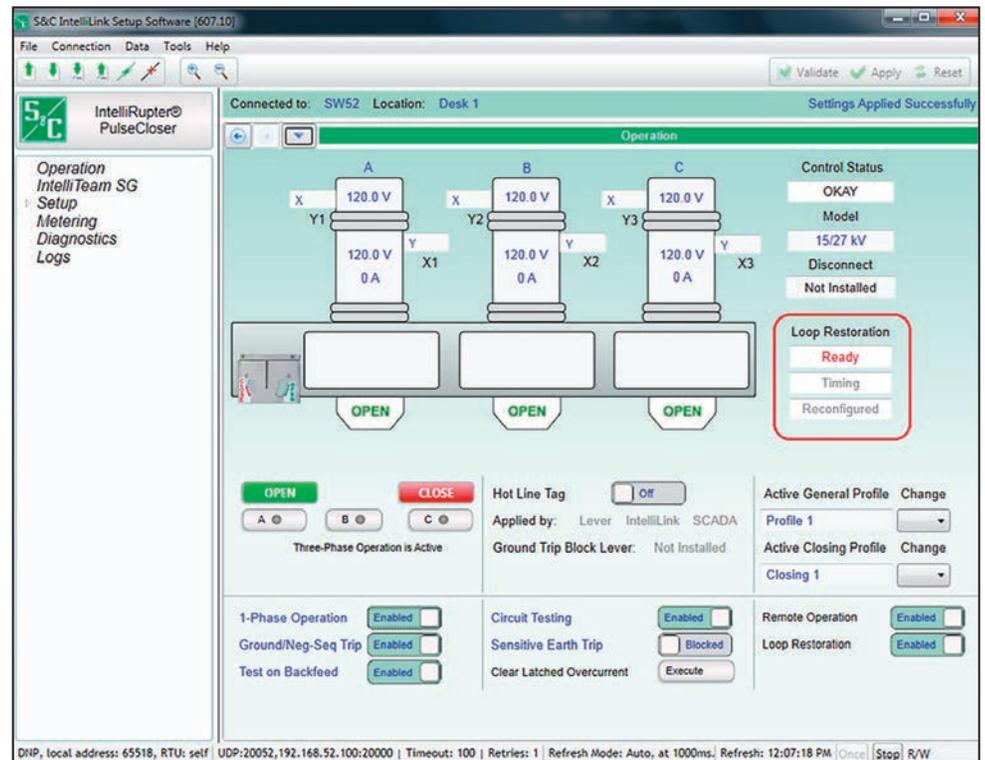

Figura 80. La pantalla *Operation* muestra el estado Ready en el indicador de estado Loop Restoration.
- La pantalla *Operation (Operación)* muestra el estado **Ready** en el indicador de estado **Loop Restoration**. Vea la Figura 80.
- El Punto de Estado del DNP **Loop Restoration Ready (Restablecimiento del Anillo Listo)** está configurado cuando el estado **Ready** está activo. Vea la Figura 80.